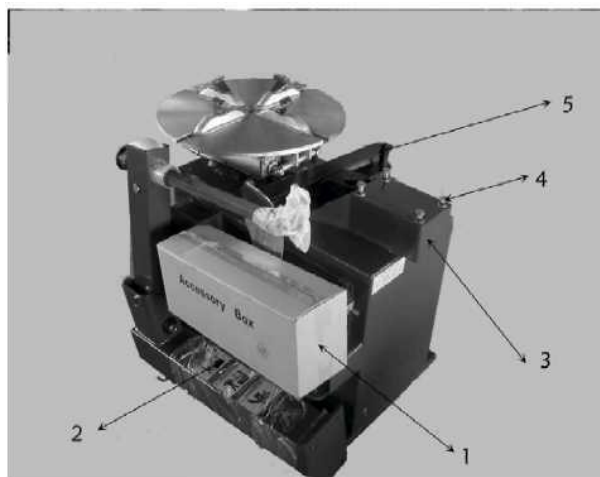
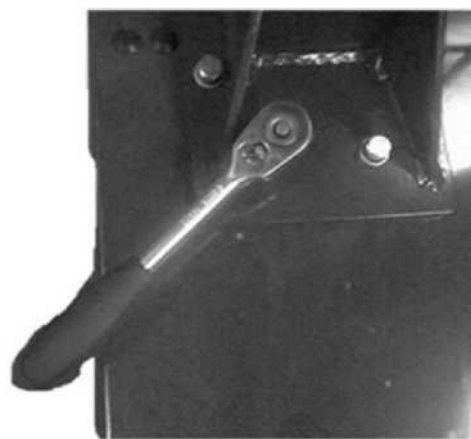
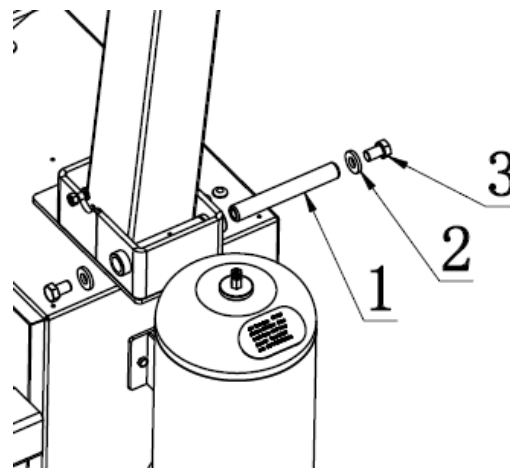

Рис. 4-1
Рис. 4-2
Рис. 4-6
Снимите коробку и достаньте коробку с аксессуарами (1) нож отрыва кромки шины (5) и стойку в сборе (2) (см. рис. 4-1). Зафиксируйте корпус.
Установите снятые болты, пружинную и плоскую шайбы (рис.4-1) обратно. Затяните болты с усилием 70 Н·м (рис. 4-2), используя динамометрический гаечный ключ.
Выровняйте стойку так, чтобы проушины в нижней части стойки совпадали с проушинами седла на корпусе станка. Далее, вставьте ось (рис. 4-6, поз. 1) в проушины, затем наденьте шайбы (рис. 4-6, поз. 2) и болты (рис. 4-6, поз. 3) с обеих сторон оси для крепления. Затяните болты с усилием  $70 \text{ Н}\cdot\text{м}$  (рис. 4-2), используя динамометрический гаечный ключ.